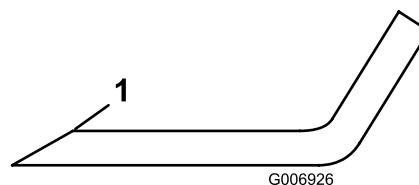

**Figure 102**
3. Examinez attentivement les tranchants de la lame, particulièrement au point de rencontre de la partie plane et de l'ailette (Figure 102).
4. Remplacez la lame si elle est usée (Figure 102) ; voir Entretien du plan de la lame \(page 70\).
Si la lame est trop usée, une entaille se forme entre l'ailette et la partie plane (Figure 102). La lame peut alors se briser et un morceau être projeté du dessous de la machine, vous blessant gravement ou une personne à proximité.